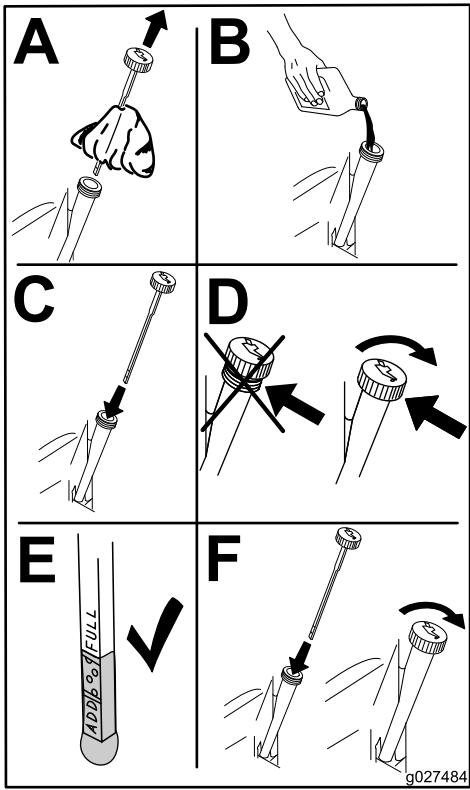

Figura 34
6. Vierta lentamente el 80% aproximadamente de la cantidad especificada de aceite por el orificio de llenado (Figura 34).
7. Compruebe el nivel de aceite (Figura 34).